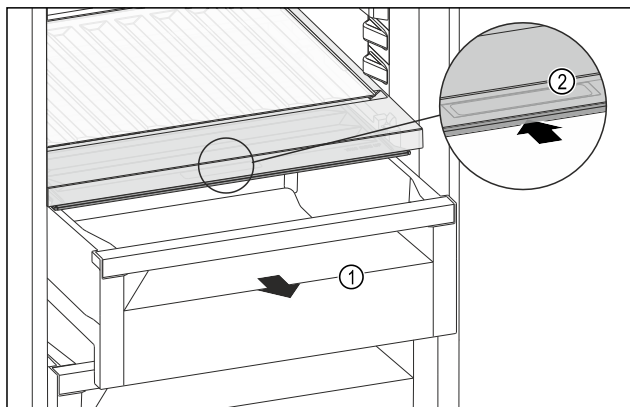

Fig. 252
- Retirer le tiroir Fig. 252 (1).
- Saisir la poignée encastrée Fig. 252 (2) du couvercle du compartiment et pousser le couvercle du compartiment vers l'arrière.